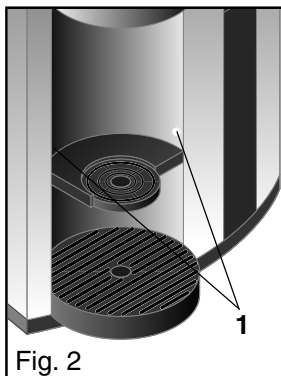

Fig. 2
- De rand van het koppenplateau (3) met een zachte, vochtige doek afnemen (fig. 2).
- De lekbak (4) uit de automaat nemen, het deksel (5) verwijderen (fig. 2).
- De lekbak (4) legen. De lekbaksensor (6) met een doek afnemen (fig. 2, 3).
- Het lekrooster (3) en de lekbak (4) in heet water met reinigingsmiddel reinigen en afdrogen (fig. 2).
- De buitenkant van de automaat, het uitgiftegebied en de opening voor de sensor en de reflector (1) met een zachte, vochtige doek afnemen (fig. 2).